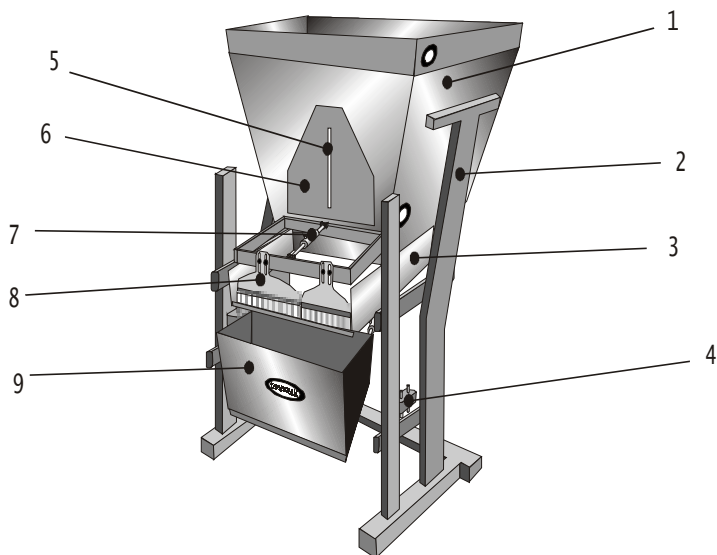
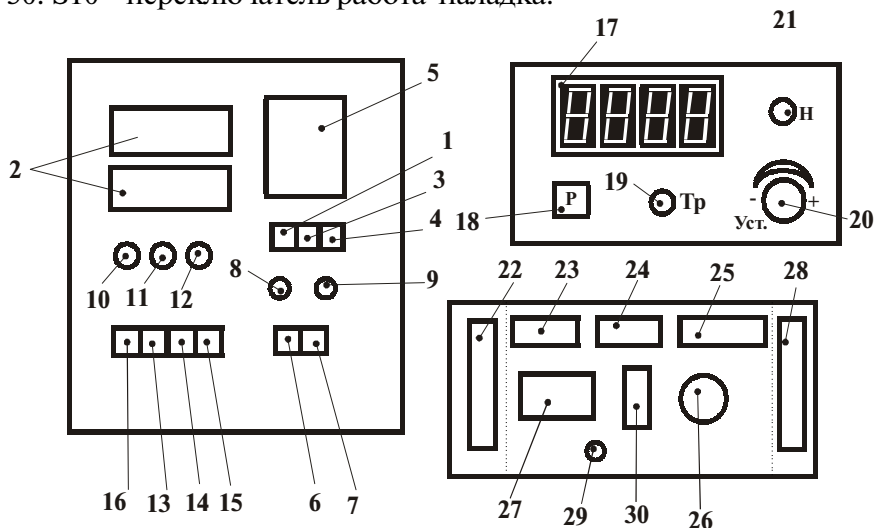
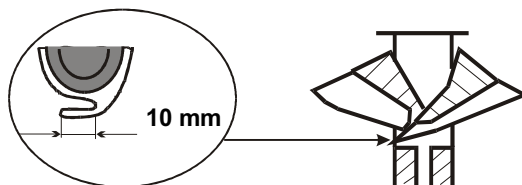

рис.3
Рис.5
Рис. 6.
6. Поставить клавишу 4(рис5.) в среднее положение. Включить клавишу 3 (рис.5). Включится протяжка пленки . Протянув пленку на 1- 1,5 м, добиться правильного
схождения пленки на воротнике. (рис.6). Выключить клавишу 3 (рис.5)
7. Если пленка с меткой, то клавишу 4 (рис.5) поставить в верхнее положение. Реле времени (п. 5, рис. 5) установить на 0,1 сек. Фотоэлемент подвести так, чтобы край пленки попал в прорезь фотоэлемента. Включаем клавишу 3 (рис.5). Происходит протяжка до срабатывания фотоэлемента по метке. Если место отреза пакета не совпадает с рисунком, фотоэлемент нужно поднять или опустить, перемещая его по штанге.
8. Если метки нет, то выставить время протяжки пакета на реле времени ~3 сек. (длина пакета определяется временем протяжки (п.5, рис.5)). Следует обратить внимание, чтобы длина склеенного пакета была такова, чтобы в верхней части пакета расстояние между обрезом и краем продукта составляло не менее 40 мм.
9. Включить клавишу 1 (рис. 5).
В зависимости от марки и толщины пленки температура будет меняться. Для ее установки нажать кнопку 18 (рис.5), и удерживая ее в нажатом состоянии, вращать ручку 20 (рис.5) до получения нужного значения на индикаторе. Отпустить кнопку. прибор переходит в режим автоматического управления нагревом. Лампочка 21 рис.5 погаснет после достижения заданной температуры.
11. Реле времени всегда устанавливается при выключенной клавише (п.3, рис.5).
13. Клавишу 16 (рис.5) перевести в верхнее положение.
16. Включить клавишу 7 (рис.5) Произойдет спайка и отрезка пакета, а затем протяжка пленки для формирования следующего пакета.
1. Перевести клавишу (п.13, рис. 5) в верхнее положение.
4. Нажать клавиши (п.п. 6, 7, 14, 15, рис.5), нажать кнопку (п.12, рис.7). Появится вибрация лотков и щетки откроют лотки.
5. Вращая ручку (п. 10, рис.5) добиваемся необходимой нам скорости 1-ой ступени.
6. Переведя клавишу (п.14, рис. 5) в нижнее положение добиваемся необходимой нам скорости 2-ой ступени, вращая ручку (п.11, рис.5).
7. Переведя клавишу (п.15, рис. 5) в нижнее положение добиваемся необходимой нам скорости 3-ей ступени, вращая ручку (п.11, рис.5).
9. Клавишу (п.14, 15, рис. 5) переводим в верхнее положение. В зависимости от продукта регулируем зазор между щетками и лотками, а так же зазор между заслонкой (п.6 рис.3) и лотком (п.3 рис.3). От величины зазора между заслонкой и лотком зависит скорость наполнения весовой чаши.
10. После засыпки продукта, переключить клавишу (п.16, рис.5) в нижнее положение, при этом лампочка (п.13 рис.2) погаснет.
12. Включить клавишу 7 (рис.5), происходит одиночный цикл работы автомата:
14. Во время дозирования должен быть виден четкий переход от одной ступени к другой. Если этого нет, - то отрегулируйте процесс ручками 10, 11, 12(рис.5) или функциями F12, F13, F15 прибора CAS.
15. После того, как добились нужного веса, переключаем клавишу 7 (рис.5) для работы аппарата в режиме «автомат».